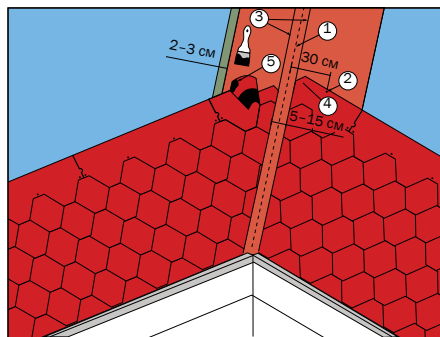

Рис. 18
Рядовая черепица укладывается поверх ендовного ковра и монтируется в хаотичном порядке до линии подреза (3) в сторону оси ендовы (1) (рис. 18). Каждая черепица дополнительно фиксируется с помощью кровельных
Сначала монтаж рядовой черепицы выполняют на малоуклонном скате с нахлестом на более крутой скат на величину не менее 30 см (рис. 18). Каждая черепица дополнительно фиксируется с помощью кровельных гвоздей в верхней части (2). Не следует прибивать специальные гвозди на расстоянии ближе 30 см от центральной оси ендовы (1). Так укрывается весь малоуклонный скат крыши. Затем «отбивается» меловая линия (3) на более крутом скате.